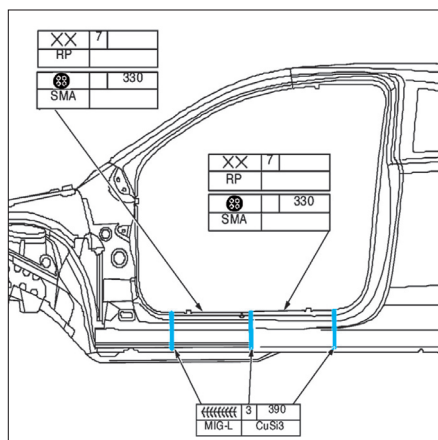

FIG. 86
- Encoller et souder les 2 parties du bas de caisse (fig. 86).